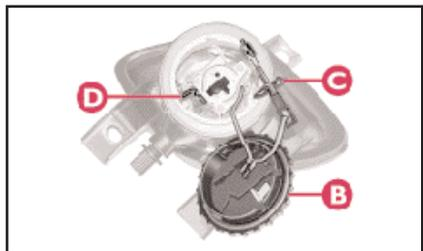

fig. 18
4) Décrocher le ressort **D** (fig. 18), et dégager la lampe **C**.